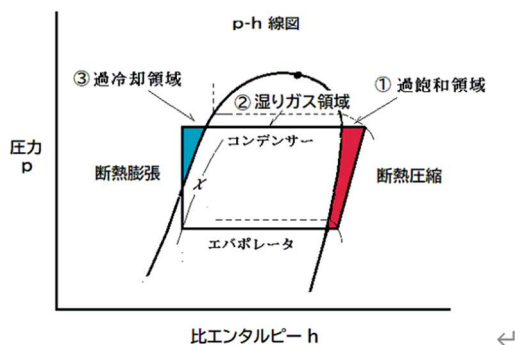

図6. P-h線図上のコンデンサーの処理範囲
\* 本計算ソフトの処理対象範囲は図6の①、②、③の領域を各領域別に計算サポートします。